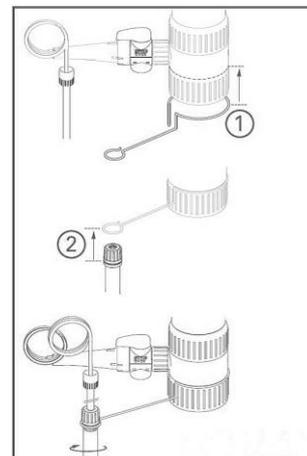

Fig.17 ペンホルダー取付け
- ⑦ ホルダーワイヤーを本体下部より差し込みます。(Fig.17 ①)
- ⑧ ペンホルダーをホルダーワイヤーに取付けます。(Fig.17 ②)
- ⑨ ペンホルダーを洗浄する場合は、時計方向に回して取り外します。